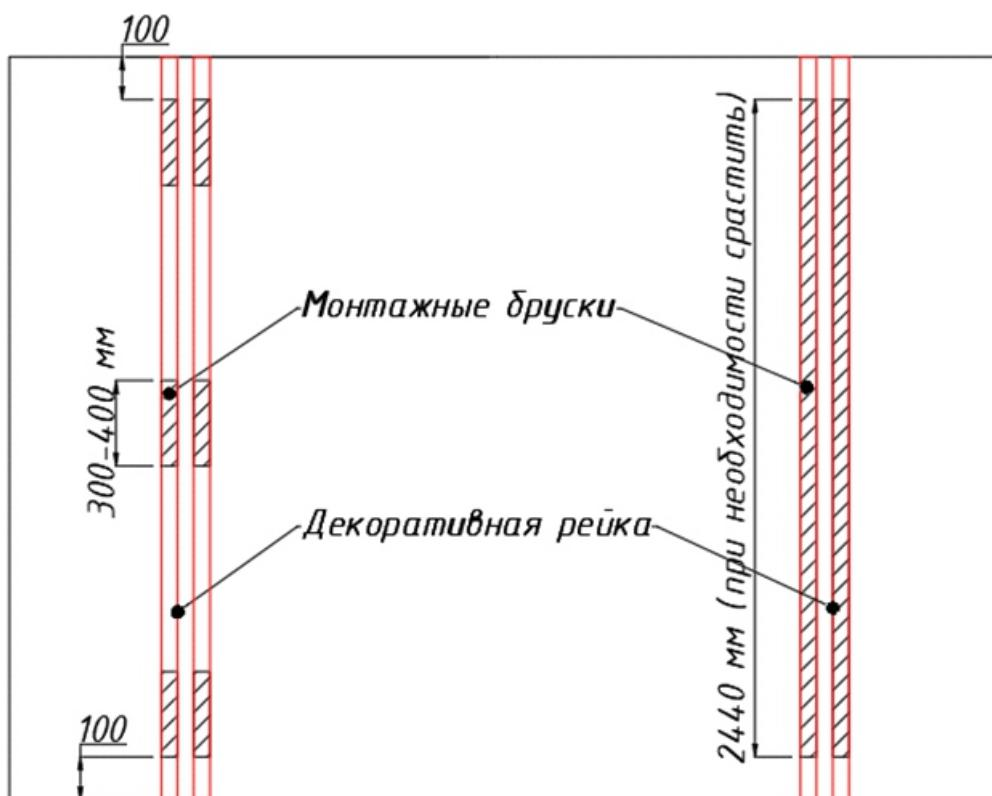

Рисунок 2. Вариант крепления рейки целиком и отрезками
2. Крепится первая крепежная рейка из фанеры. Крепить рейки можно как целиком, так и небольшими отрезками. В первом случае это более надежный и простой монтаж, во втором – экономия материала (Рис.2)